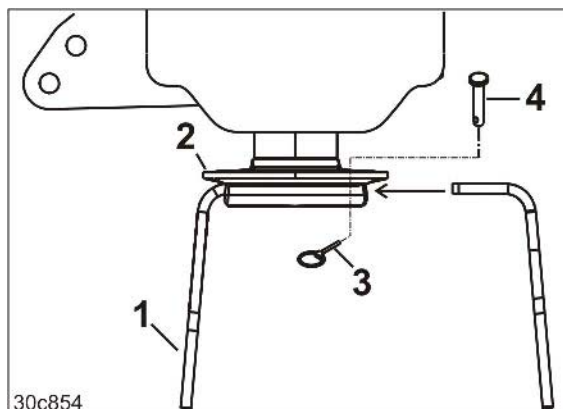

Bild 59
Harvpinnarna (Bild 59/1) sitter fästade i fickorna på pinnhållarna (Bild 59/2).
1. Dra loss låssprinten (Bild 59/3) från bulten (Bild 59/4).
2. Knacka ut bulten (Bild 59/4) uppåt ur pinnhållaren.